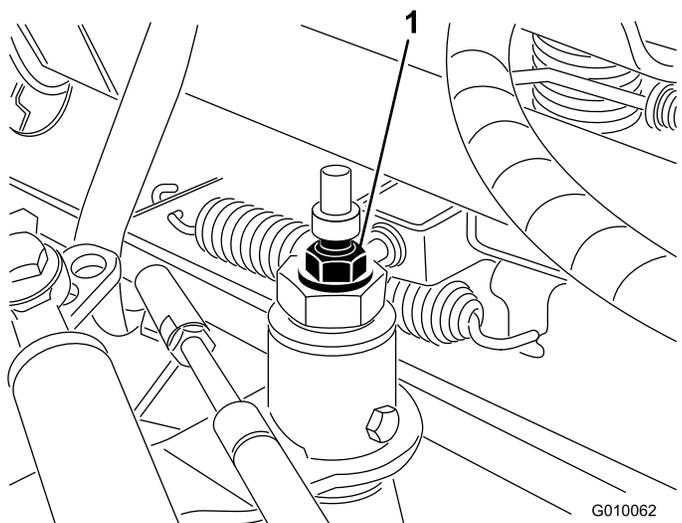

Figure 56
3. Desserrez le contre-écrou de la came de réglage de la transmission aux roues (Figure 56).